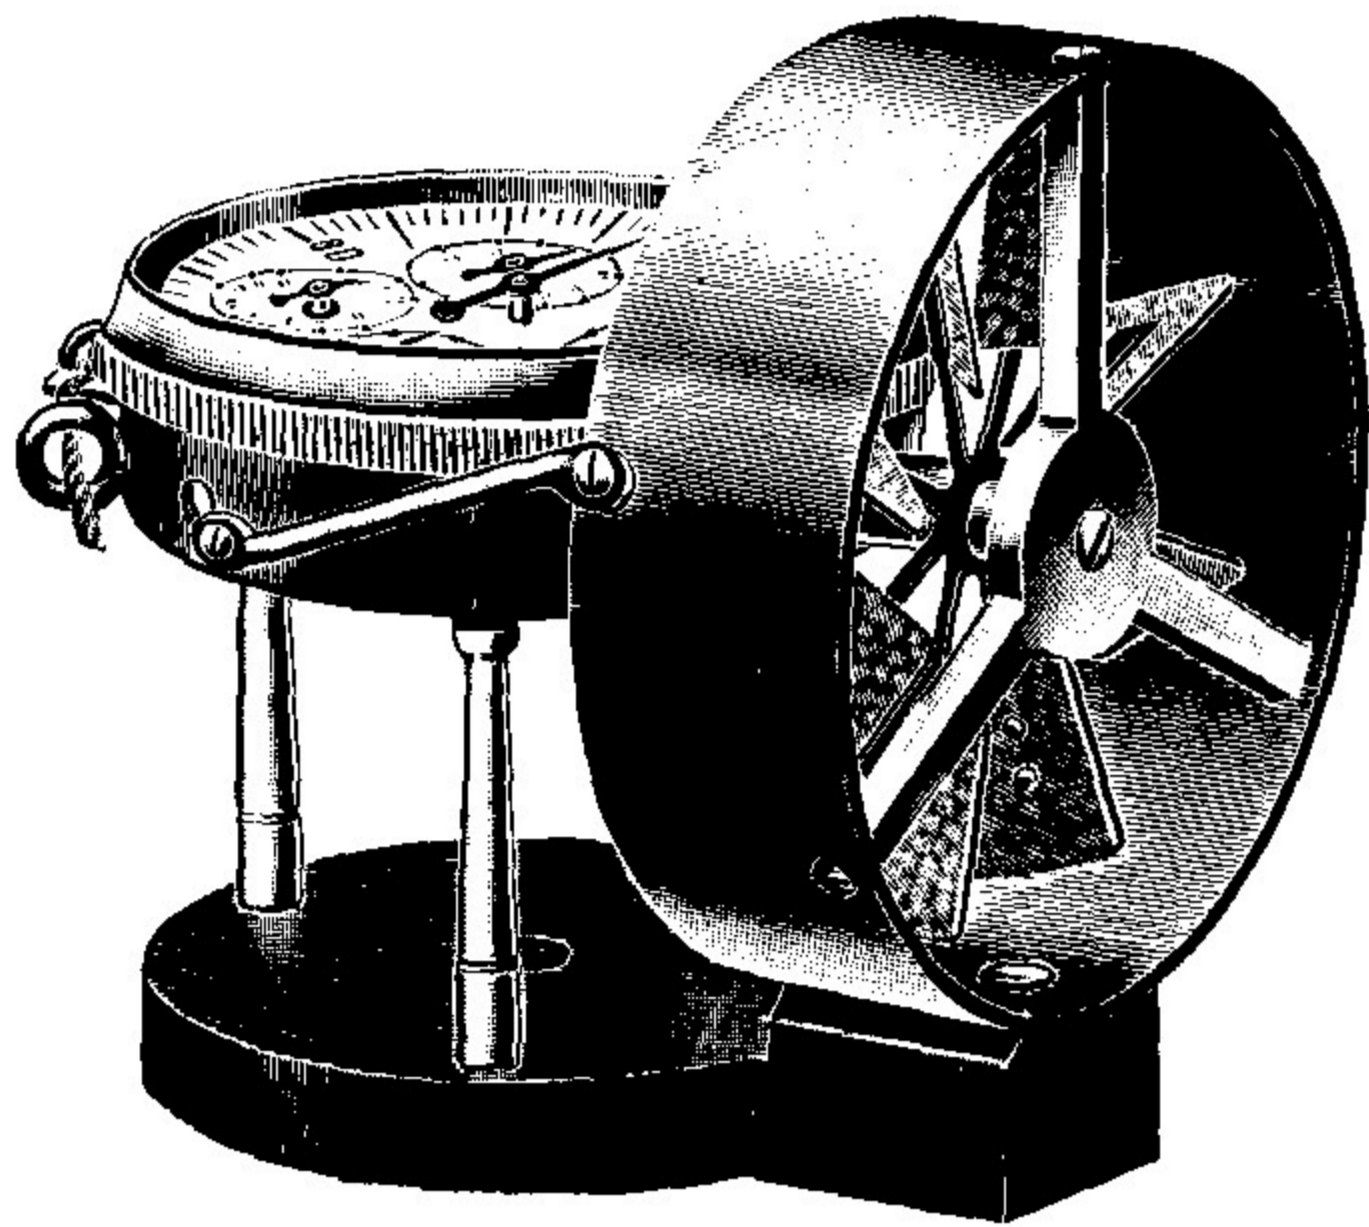

Bild 2
- 1 Flügelrad-Anemometer, **Typ Casella** (Bild 2), Meßbereich 1000000 m, Geschwindigkeitsgrenzen 0,3 und 12 m/sek, 70 mm äußerer Schutzringdurchmesser, mit Schnurenarretierung, Welle in Ia Saphiren gelagert, mit Hülsenhandgriff, in Transportkasten.